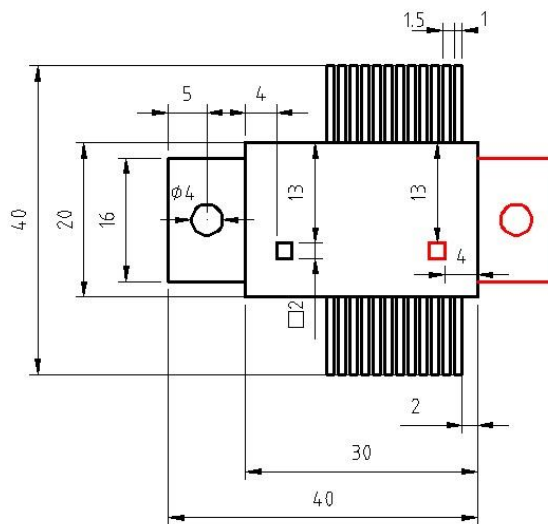

Рис. 6.29. Ескіз до прикладу 6.4
**Приклад 6.4.** Розробити динамічний блок зображення інтегральної схеми (рис. 6.29). Забезпечити можливість повороту зображення навколо центру корпусу. Схема має кілька виконань. Виконання відрізняються положенням радіатора та ключа нумерування. Передбачити зображення будь якого варіанту схеми в одному блоці.